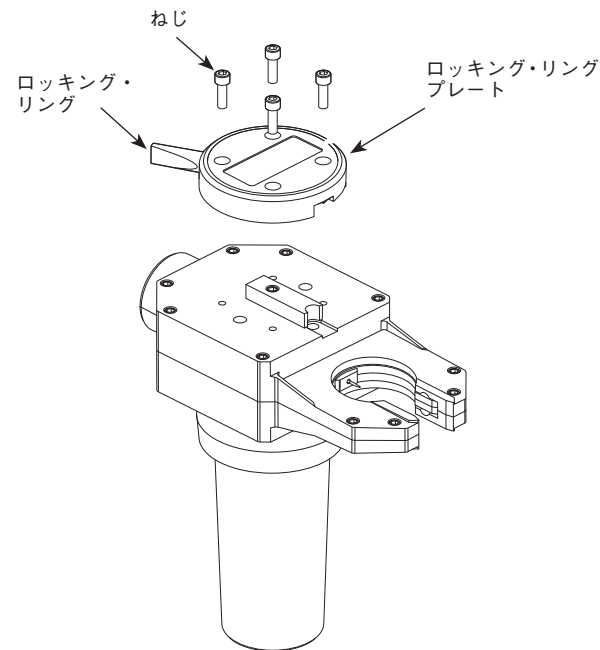

図30：ロックリングおよびロックリング・プレートを取り外す
2. ねじ4本、ロックリング、ロックリング・プレートを取り外します。図30をご参照ください。